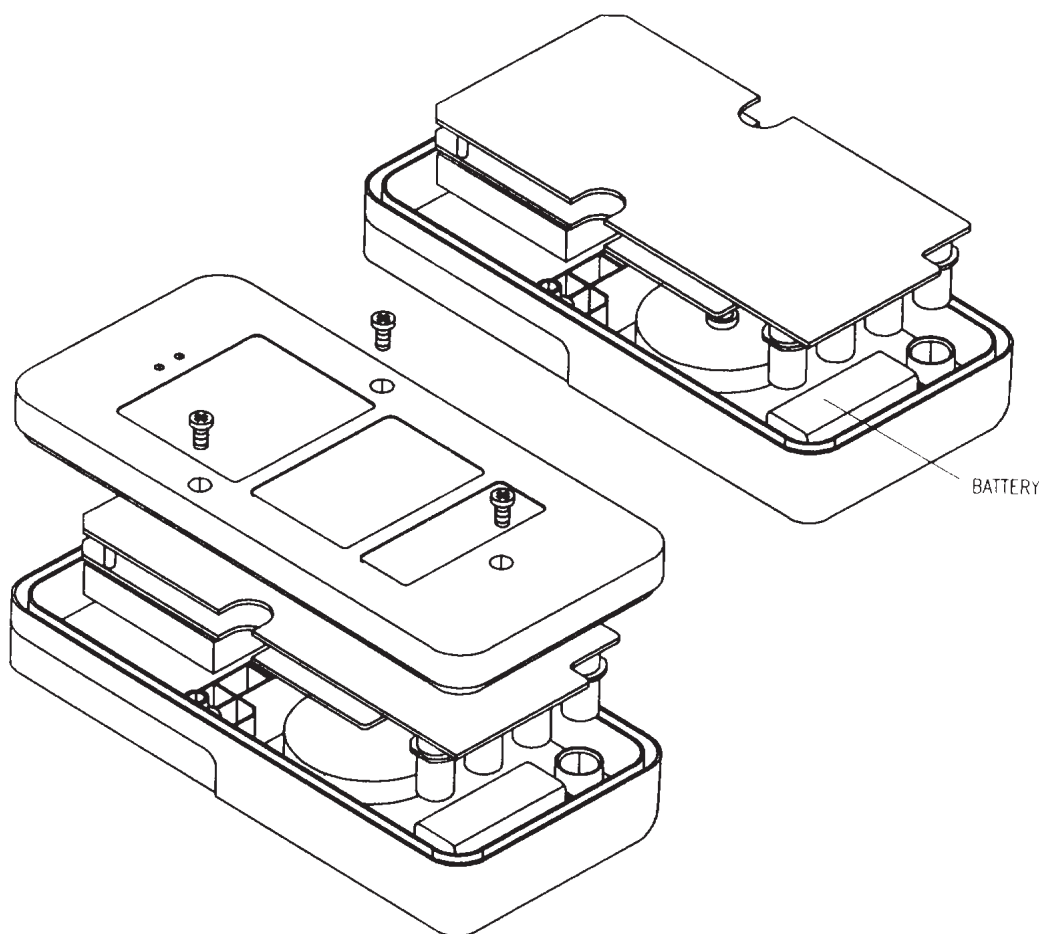

Abbildung 39. Interne Batterie auswechseln.
2. Die drei Schrauben an der unteren Abdeckung lösen, hochziehen und die Abdeckung entfernen. Siehe **Abbildung 39**.